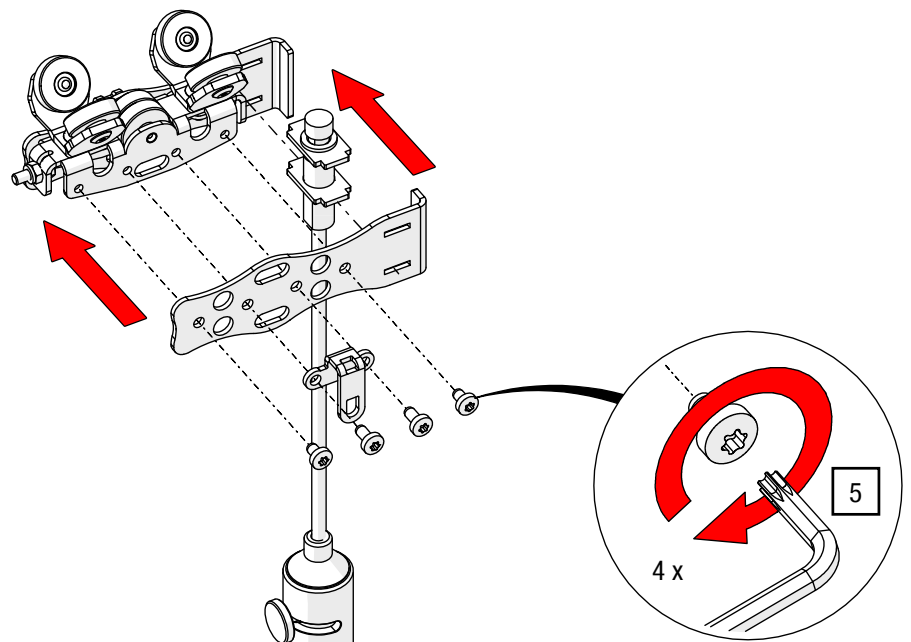

Abb. 66: Zugwagen mit Rastbremse – Seitenblech Gegenseite mit Bremse montieren
5. Verschrauben Sie den Zugwagen mit dem Seitenblech, der Rastbremseneinheit und dem seitlichen Ösenblech mit TORX®-Schlüssel T20, bis das Blech am Zugwagen anliegt (siehe Abb. 66).